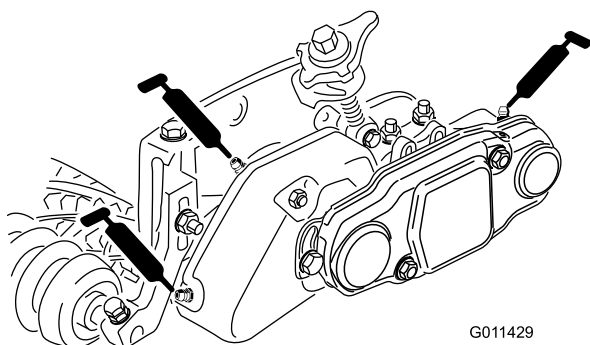

Bild 37
49. Füllen Sie jedes Spindellagergehäuse mit Schmiermittel (Bild 37). Überflüssiges Schmiermittel tritt zwischen den inneren Dichtungen und den Dichtungsschutzvorrichtungen aus.
50. Schmieren Sie alle Groomerlager ein (höchstens 2 oder 3 Pumpenstöße) (Bild 37). Schmieren Sie nicht zu stark ein, da die Dichtung sonst ausfallen kann. Wischen Sie überflüssiges Schmiermittel ab.